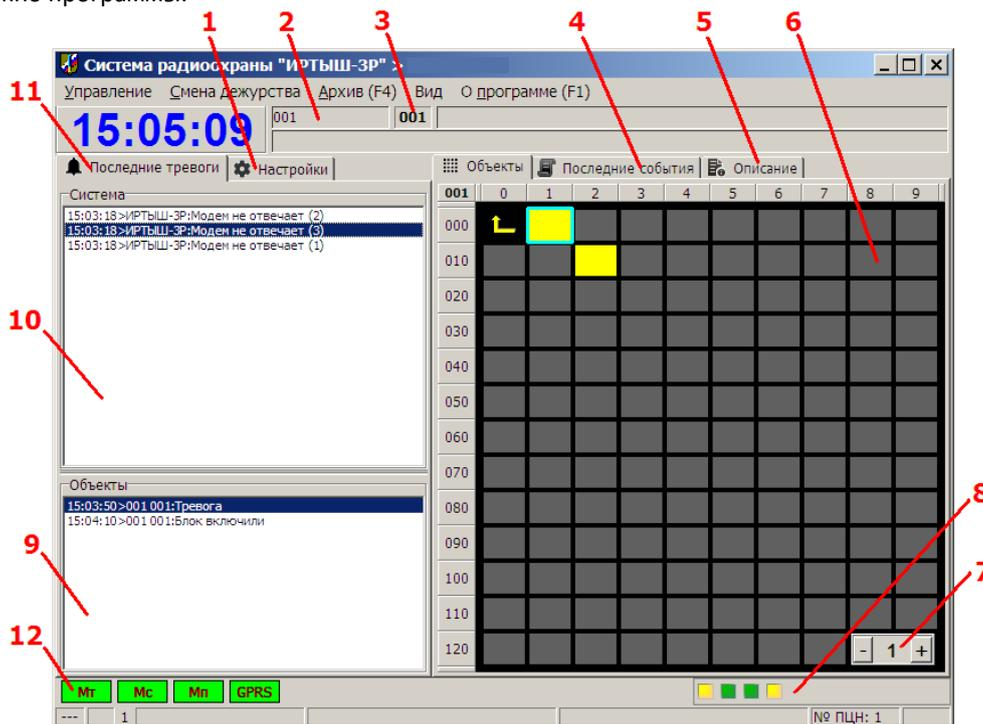

Рис. 1. Окно программы "АРМ "Оператора"
На вкладке «Объекты» (Рис. 1, метка 6) могут отображаться либо страница Концентраторов, либо страница Объектовых Приборов одного из Концентраторов системы.
- В режиме отображения страницы Концентраторов в левом верхнем углу вкладки «Объекты» изображается значок компьютера , сами концентраторы отображаются с помощью значка  (цвет значка может меняться в зависимости от состояния объекта), номер страницы (Рис. 1, метка 7) равен «0».
- В режиме отображения страницы Объектовых Приборов одного из Концентраторов системы в левом верхнем углу вкладки «Объекты» изображается «стрелка» , сами Объектовые Приборы представляют собой прямоугольники вида  (цвет значка может меняться в зависимости от состояния объекта), номер страницы (Рис. 1, метка 7) равен номеру Концентратора, объекты которого сейчас отображаются.
Для того, чтобы перейти к странице Объектовых Приборов какого-либо Концентратора, следует, находясь на странице концентраторов, дважды щёлкнуть левой кнопкой мыши на изображении нужного концентратора. Для возврата со страницы Объектовых Приборов Концентратора на страницу Концентраторов, следует однократно щёлкнуть левой кнопкой мыши на изображении «стрелки» . Также страницы можно переключать с помощью кнопок «+»/«-» (Рис. 1, метка 7). Они служат для перехода к странице объектов соответственно следующего/предыдущего по номеру концентратора системы.
При выделении Концентратора в поле (Рис. 1, метка 2) отобразится номер этого концентратора (от 1 до 127). При выделении Объектового Прибора в поле (Рис. 1, метка 3) отобразится номер этого прибора в адресном пространстве того Концентратора, которому он принадлежит (число от 1 до 127), а в поле (Рис. 1, метка 2) – номер этого концентратора.
Для просмотра настроек объекта (таких как тип объекта, типы шлейфов объекта, схемы охраны, другие дополнительные параметры), сделанных в АРМ Администратора, необходимо выделить объект в программе, а затем активировать вкладку «Настройки» (Рис. 1, метка 1), расположенную в левой части окна программы. Для возврата к отображению в левой части окна программы последних тревог (этот режим принят по умолчанию), следует активировать вкладку «Последние тревоги» (Рис. 1, метка 11).
Другая часть дополнительной информации находится во вкладке «**Описание**» (Рис. 1, метка 5). Если активировать эту вкладку, появится доступ к информационным вкладкам «**Описание объекта**», «**Схема объекта**», «**Хоз. Орган**»:
Состояние шлейфов текущего (выделенного) объекта и дополнительные значки тревожного состояния питания объекта и датчика вскрытия корпуса, также отображается в правом нижнем углу основного окна программы (Рис. 1, метка 8).
После нажатия кнопки «Принято» панель с тревожным событием исчезает с экрана. Возникшее тревожное событие попадает в список последних тревог. Его можно увидеть, выбрав вкладку «**Последние тревоги**» (Рис. 1, метка 11), расположенную в левой части окна программы (данная вкладка активна по умолчанию). Информация на этой вкладке разделена на два списка. В верхнем списке «**Система**» (Рис. 1, метка 10) представлены тревожные события, которые относятся к функционированию оборудования ПЦН. В нижний список тревог «**Объекты**» (Рис. 1, метка 9) попадают тревожные события от Концентраторов и Объектовых Приборов системы. Для удаления события из списка последних тревог необходимо щёлкнуть левой кнопкой мыши на нужной строке с событием в списке и нажать на клавиатуре клавишу «Delete». При этом из списка будет удалено не только выделенное событие, но и все события с того объекта, к которому относится выделенное событие.
Состояние оборудования ПЦН можно оценить по цвету соответствующих значков, расположенных на панели в левой нижней части основного окна программы «АРМ Оператора» (Рис. 1, метка 12). Если в составе ПЦН работает трёхмодемный Центральный Пульт GSM, то для отображения состояния каждого модема выводится отдельный значок – «Mt», «Mc», «Mp». Если ПЦН настроен на приём данных от объектовых приборов по GPRS (через Интернет), то на панели отображается значок «GPRS». Если в составе оборудования ПЦН имеется Центральный Пульт, работающий с радиостанцией на выделенных частотах, то ему на панели будет соответствовать значок «ЦП». Если данный компьютер передаёт информацию о событиях с части своих объектов на другой компьютер или, наоборот, принимает события с другого компьютера, то на панели будет присутствовать значок «Srv».